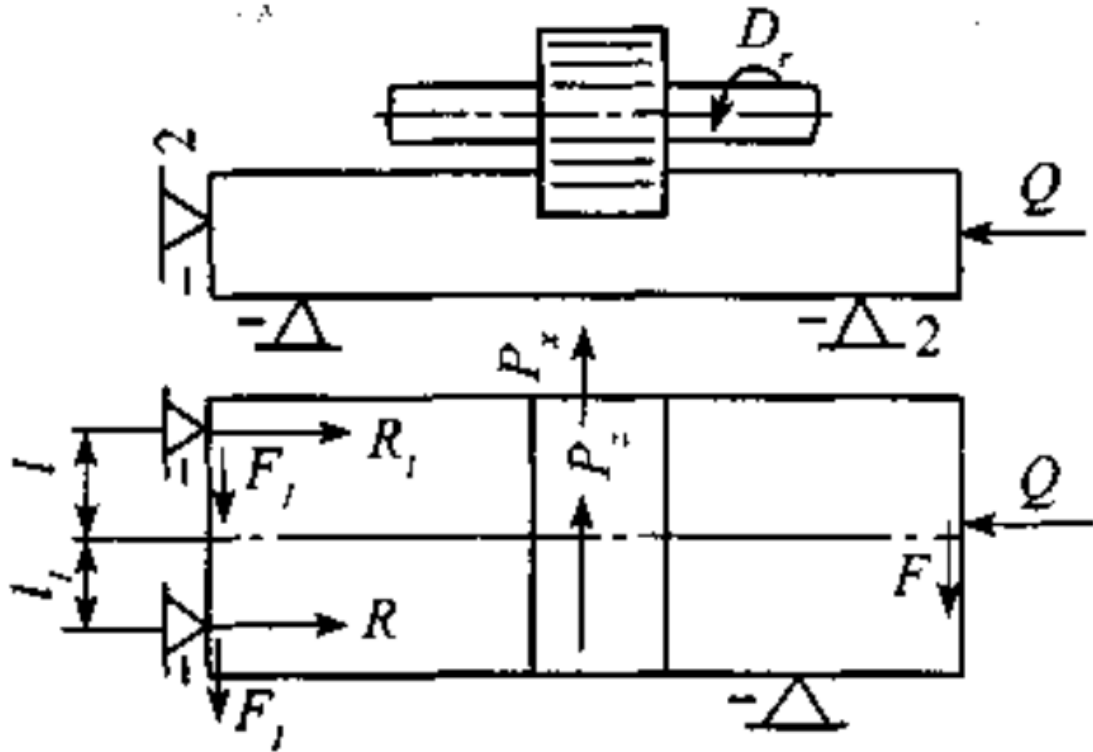

Рис. 10
13. Выведите уравнение для определения необходимой силы закрепления при фрезеровании прямоугольной заготовки (рис.10).